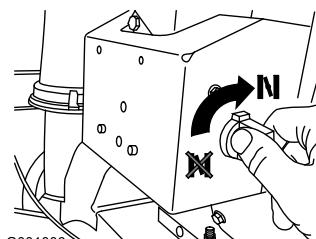

Figura 23
4. Girate lo starter in posizione On (Figura 23).